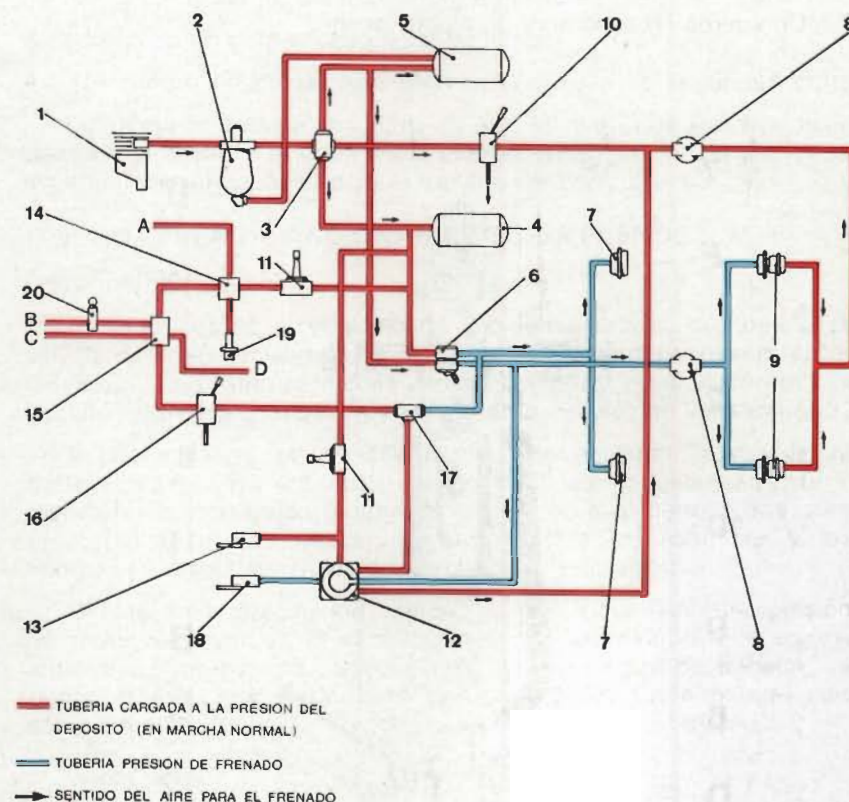

Fig. 11.1. — Esquema del circuito neumático
11.3 CIRCUITO DE AIRE COMPRIMIDO (Fig. 11.1)